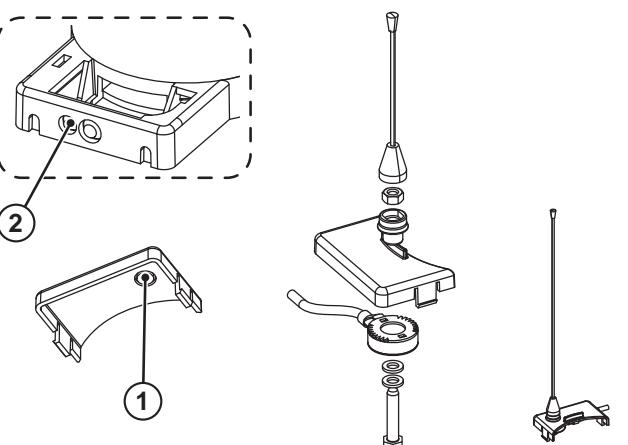

Fig. 12
1. Aprire i fori prefatturati, Ø9 (Fig. 12 rif. ① ②).
2. Montare l'antenna e gli accessori a corredo (Fig. 12).